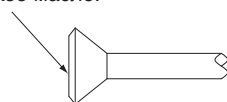

Рис. 14
- При выполнении соединения развальцовки на участок внутри раструба рекомендуется наносить только эфирное или сложное эфирное синтетическое масло. (См. рис. 14.) Затем рукой заверните конусную гайку на 3–4 оборота и затяните ее.